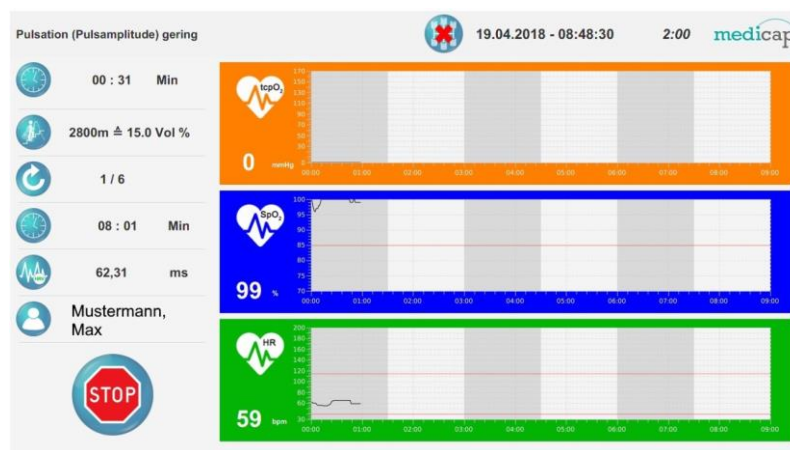

Bild 12: Biofeedback
- (47) Das Biofeedback ist eine erste Orientierung, welche Behandlung für einen Patienten geeignet scheint. Es ist zwingend erforderlich für jeden Patienten, die Vitalwerte sollten ständig kontrolliert werden.
- (48) In Bild 12 erscheint unten links der Name des Patienten. Mit der Schaltfläche  wird der Test gestartet. Die farblich hinterlegten Zeilen zeigen die Messwerte des Pulsoximeters, die simulierte Höhe bzw. die Konzentration, welche sich nach jeder Stufe ändern, sowie die Restzeit in dieser Stufe. Auch hier sollte zuerst das Pulsoximeter auf stabile Werte überprüft werden.